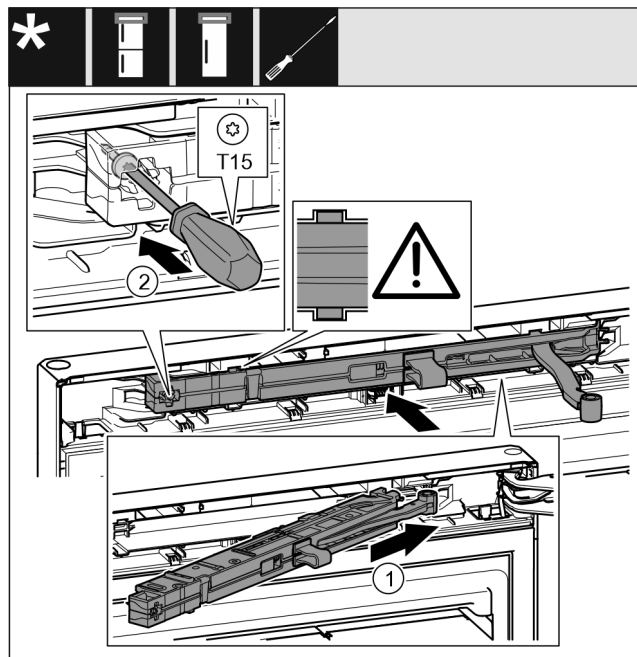

Fig. 41
- ▶ Gurnite jedinicu prigušivača zatvaranja Fig. 41 (1) na strani podloška ležaja do graničnika koso u izrez.
- ▶ Odvijačem pritegnite vijak Fig. 41 (2).